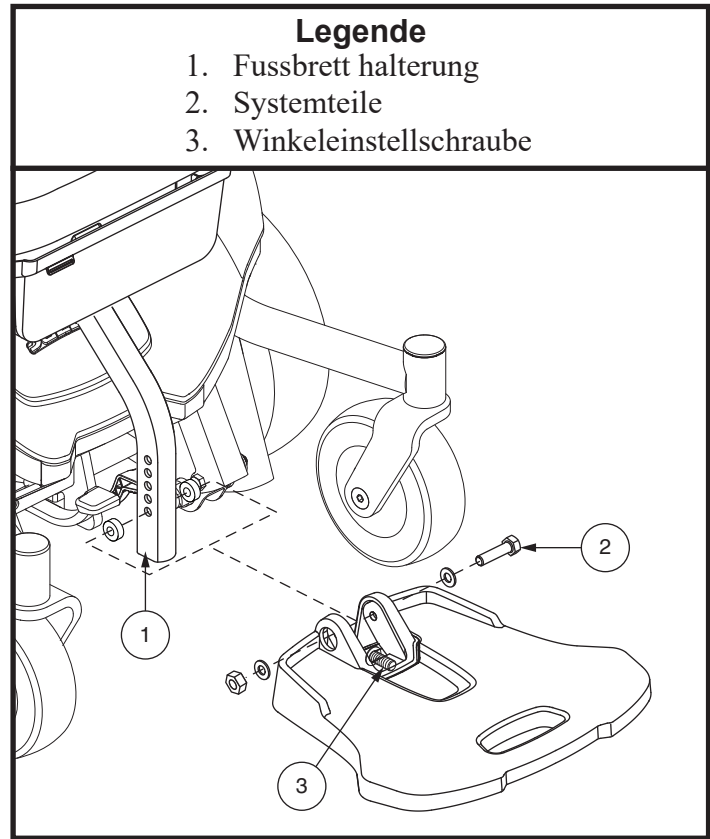

Bild 13. Einstellung des Fußbretts
1. Entfernen Sie die Systemteile von der Halterung des Fußbretts. **Siehe Bild 13.**
Sie können den Winkel Ihres Fußbretts ändern. **Siehe Bild 13.**